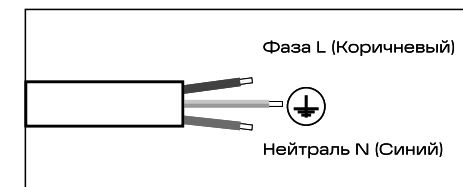

Рис. 5
- Отключите питание и подключите кабель, выведенный из светильника согласно схеме на рис. 5.